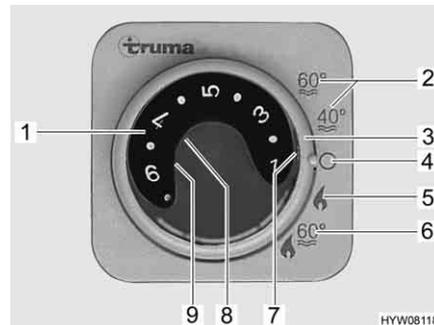

Fig. 164 Unidad de mando para la calefacción/caldera
- Ajustar el modo de funcionamiento con el interruptor giratorio (Fig. 164,3).
Según la temperatura ambiente deseada, la calefacción selecciona automáticamente la potencia de quemador necesaria. Cuando se alcanza la temperatura ambiente deseada se desconecta el quemador. En el modo de funcionamiento "calefacción y caldera" (Fig. 164,6), se calienta también el agua de la caldera. En el modo "calefacción sin caldera" (Fig. 164,5), la calefacción puede funcionar con la caldera vacía.
- Girar el botón giratorio de temperatura (Fig. 164,1) de la unidad de mando al nivel deseado.
- Situar el interruptor giratorio (Fig. 164,3) en el modo invierno "calefacción sin caldera" (Fig. 164,5) o en modo invierno "calefacción y caldera" (Fig. 164,6).
La luz de control verde (Fig. 164,7) se enciende.
- Ajustar el interruptor giratorio (Fig. 164,3) en "O" (Fig. 164,4).
La combinación de los funcionamientos a gas y con electricidad a 230 V acorta el tiempo de calentamiento del vehículo (esto sólo es posible si se ha ajustado el modo de invierno de la calefacción en la unidad de mando (Fig. 164)).